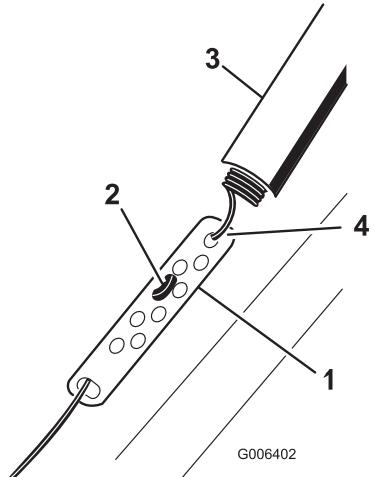

Bild 10
- Schieben Sie die Federabdeckung nach oben und haken Sie die Feder aus dem Einstellglied aus (Bild 10).
- Setzen Sie die Z-Befestigung in ein höheres oder niedrigeres Loch, um den Abstand von 2 bis 3 mm zwischen dem Schaltbügel und dem Griff zu erhalten (Bild 10).